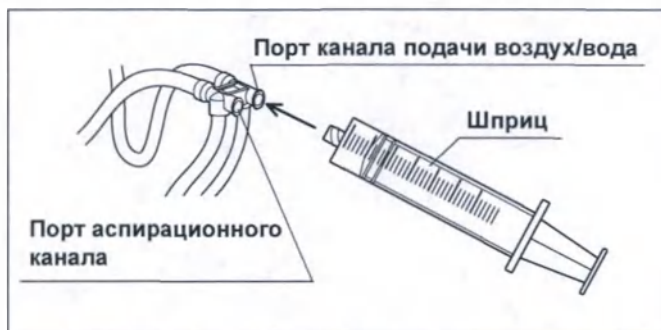

Рис. 6.32
- 4 Присоедините шприц к порту канала подачи воздух/вода инъекционной трубки. (см. рис. 6.32)